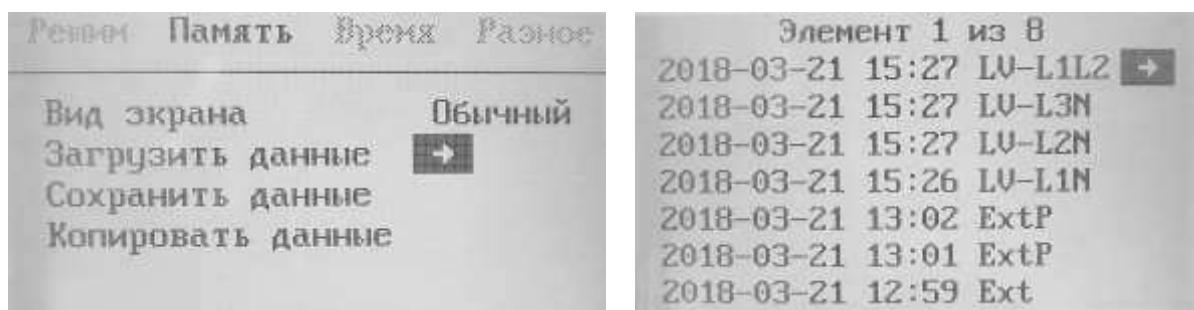

Рис. 24
- при необходимости сравнения текущей рефлекограммы с рефлекограммой из памяти необходимо проводить все те же операции, которые описаны для работы с оперативной памятью (раздел 6.4.2). Отличие состоит в том, что для загрузки данных из флеш памяти надо активизировать строку «Загрузка данных» (рис. 24), нажать кнопку «▶» и выбрать рефлекограмму из флеш памяти по времени, дате и режиму работы прибора (рис. 24).